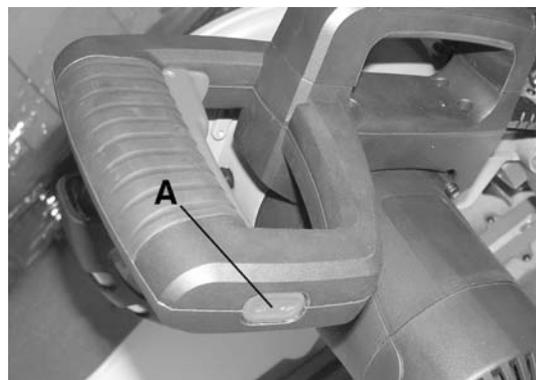

Figure 14
Le système de guide à deux lasers est contrôlé par l'interrupteur (A) Fig.14 et fonctionnera seulement lorsque le cordon d'alimentation est branché à une source de courant.